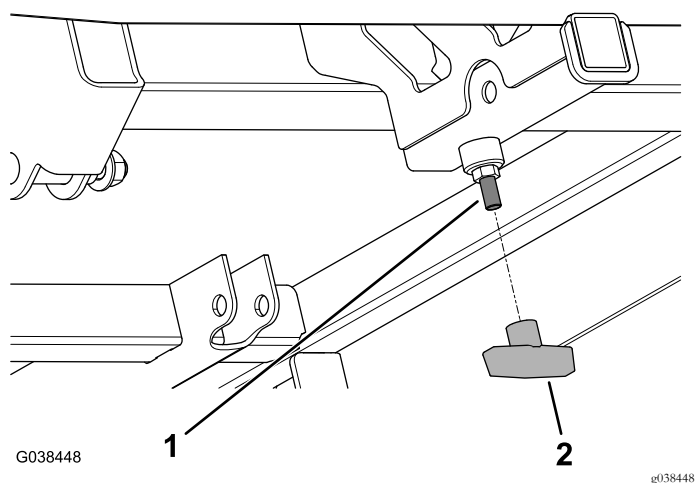

Figure 9
- Placez la poignée en T sur la vis à tête ronde (Figure 9).